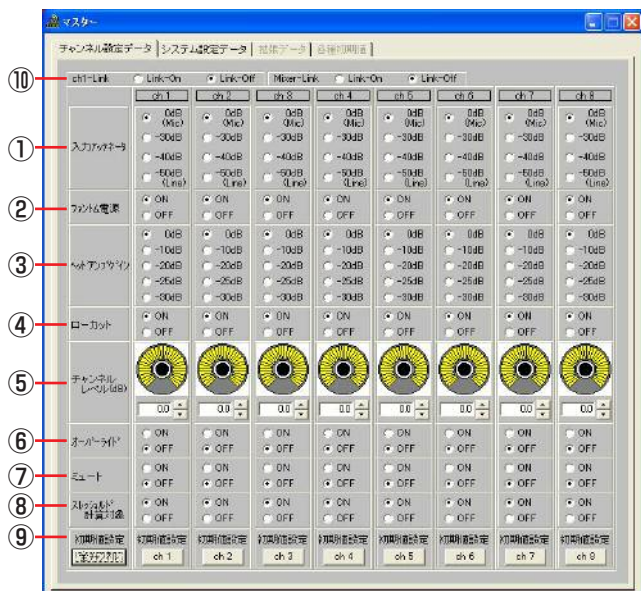

図2-3
「RS-232C」ボタンをクリックするとメイン画面(図2-1)とマスターミキサーのセットアップ画面(図2-3)が表示されます。
* 接続が成功するとメイン画面(図2-1)とマスターミキサーのセットアップ画面(図2-3)が表示されます。
② オートマチックモードの使いかた
セットアップ画面の設定についてマスターを例に説明します。セットアップ画面は8チャンネル分の「チャンネル設定データ」と、出力および全体に関する「システム設定データ」に分かれています。図2-3は「チャンネル設定データ」が表示された状態を示します。